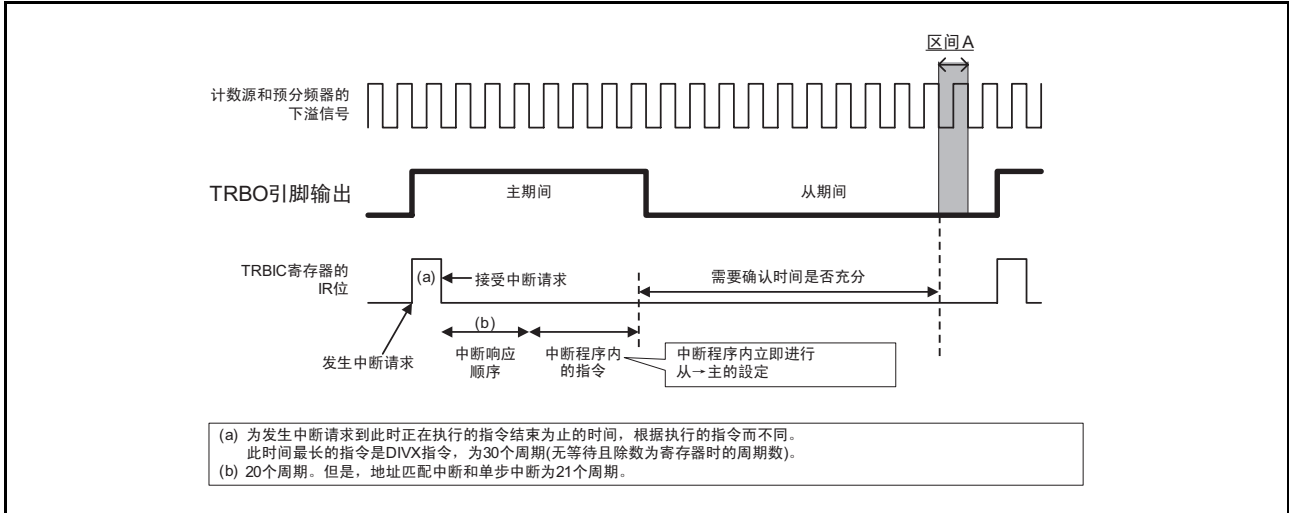
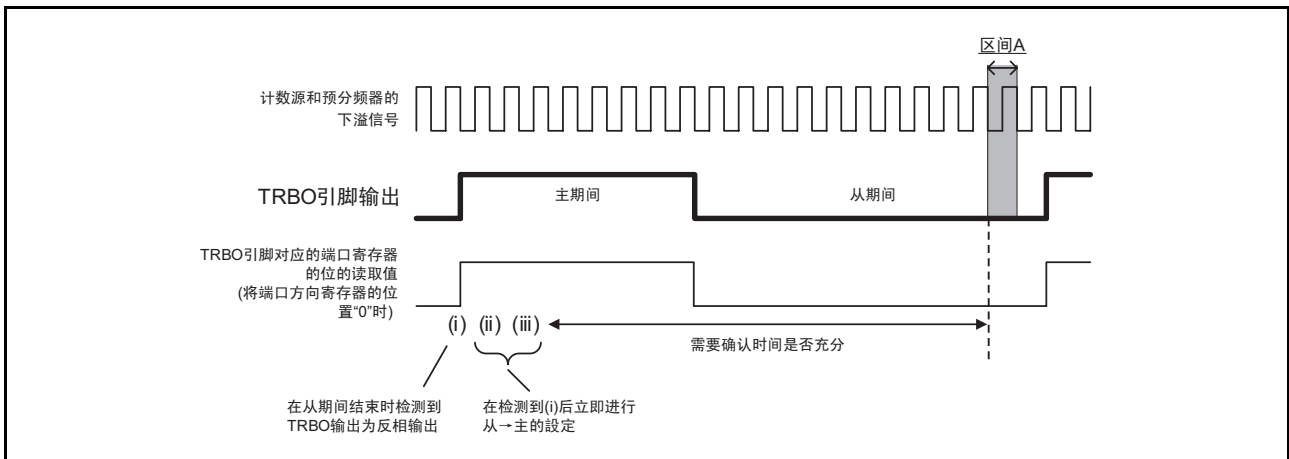

图 2.2 对策 (a) 定时器 RB 中断的使用例子
图 2.3 对策 (b) TRBO 引脚输出值的读取例子
- 如果在计数中（TCSTF 位为“1”）更改 TRBSC 寄存器和 TRBPR 寄存器，就必须通过定时器 RB 中断等对 TRBO 输出周期取得同步。在同一个输出周期内只能进行一次同步。另外，必须确认在图 2.2 和图 2.3 的区间 A 没有写 TRBPR 寄存器。
如图2.2所示，必须通过定时器RB中断程序，对TRBSC寄存器和TRBPR寄存器进行写操作，写操作必须在区间A之前结束。
如图2.3所示，从TRBO引脚的输出电平中检测主期间的开始，在主期间开始后立即对TRBSC寄存器和TRBPR寄存器进行写操作，写操作必须在区间A之前结束。另外，如果在将TRBO引脚对应的端口方向寄存器的位置“0”（输入模式）后读端口寄存器的位的值，读取的值就为TRBO引脚的输出值。